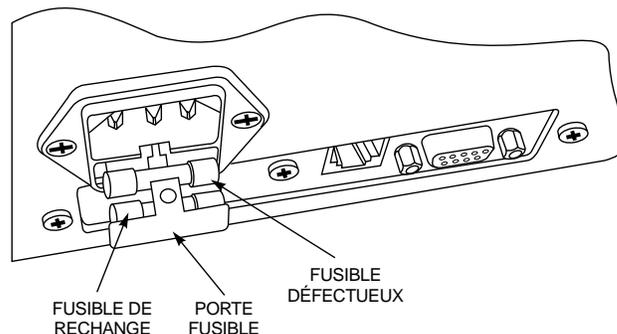

Figure 13. Changement d'un fusible
3. Reportez-vous à la figure 13 et utilisez un petit tournevis pour retirer le porte fusible.